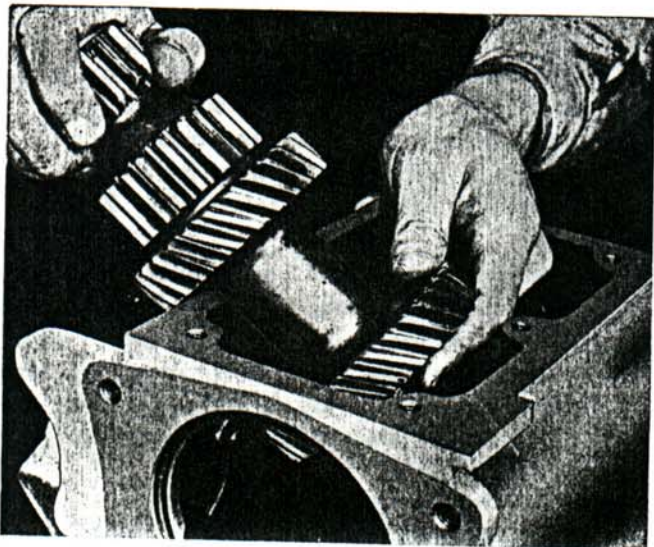

Fig. 92. — Retirando el engranaje cuádruple, de una caja de fabricación nacional.
- 16") Retirar el engranaje cuádruple por arriba de la caja (Fig. 92), y sacar las arandelas de empuje, herramienta HS-44, arandelas espaciadoras, rodillos y separador del cojinete.